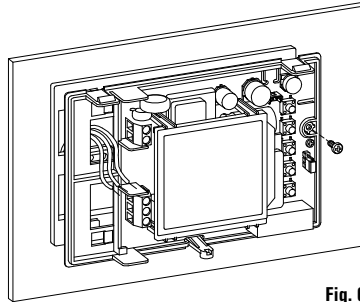
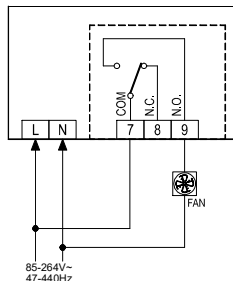

Fig. 6
Fig. 7
- 6 - Agganciare la base del dispositivo alla piastra a muro (facendo passare i fili tramite le aperture rettangolari) facendo dapprima coincidere i fori della base con gli appositi dentini della piastra a muro e successivamente esercitare sulla base una pressione verso il lato sinistro fino a far scattare i dentini plastici della piastra (Fig. 6).
- 7 Eseguire i collegamenti elettrici facendo passare i fili tramite l'apertura rettangolare della piastra a muro (Fig. 6), seguendo lo schema di collegamento di Fig. 7.